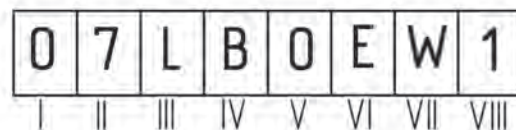

Рис. 1. Літерно-чисельний код CDC
У загальному вигляді код CDC має вісім знаків (рис. 1); перший (I), другий (II), п'ятий